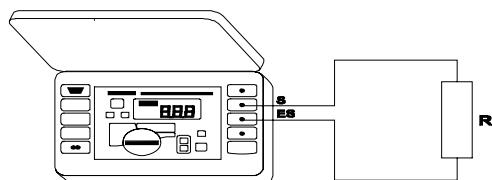

Рис.6. Двухполюсная схема для измерения сопротивления
- Подключить измерительные провода к измерительным гнездам **2** и **3** с обозначениями „**S**” и „**ES**” соответственно (Рис.6).